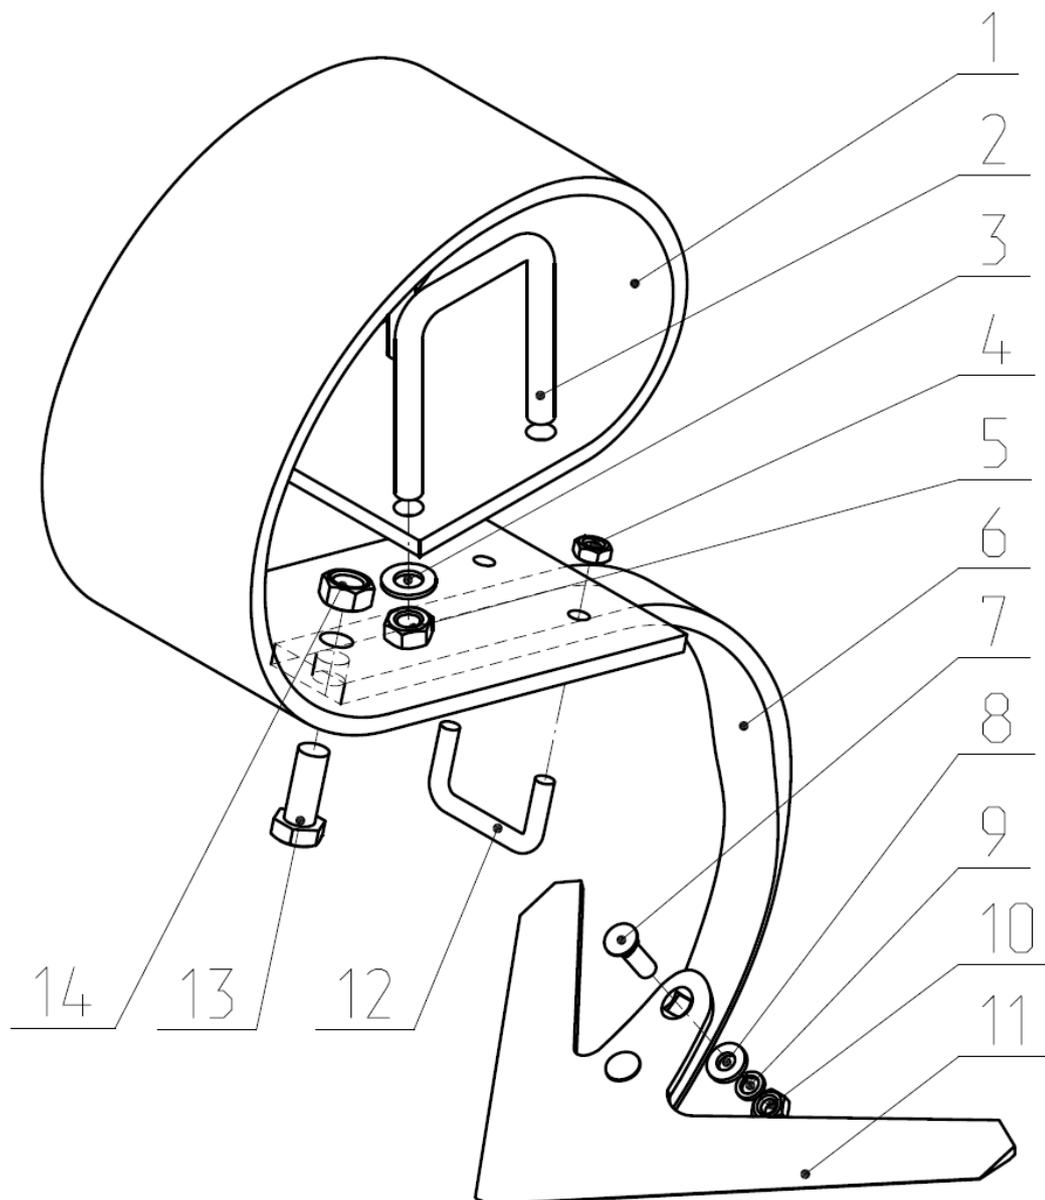

Рис.7 Подвеска КШУ 17.000
2.5.1 Рабочий орган (подвеска КШУ 17.000) (Рис.7) состоит из пружины плоской 1, закрепленной на балках двумя скобами 2. К пружине плоской закреплена стойка 6 скобой 12 и болтом 13. К стойке 6 прикреплена лапа (330мм) болтами 7, шайбой 8, шайбой 9, гайкой 10.